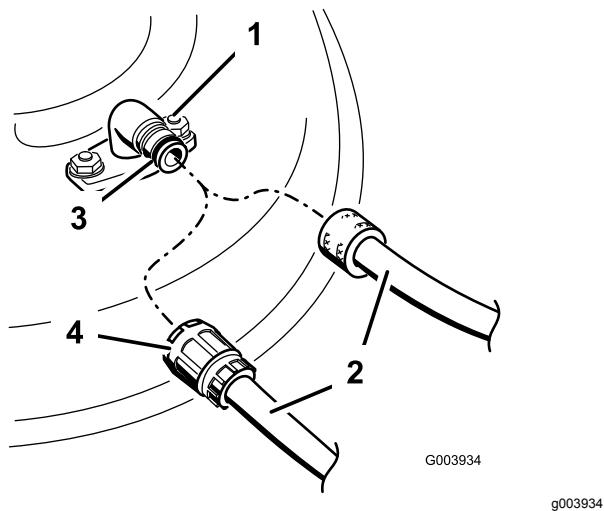

Figura 30
4. Conecte una manguera al conector de lavado, y abra el grifo al máximo (Figura 30).